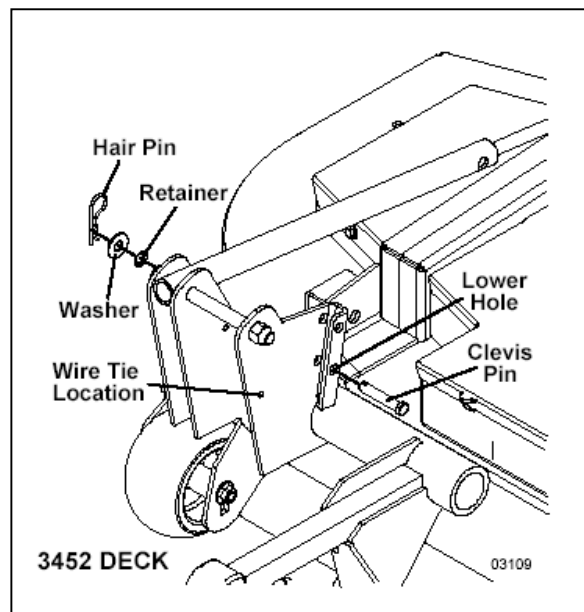

Fig. 13
- På model 3452 skal pindbolten (clevis pin) for venstre trækraftsæt placeres i løftearmsbeslagets nederste hul (se fig. 13).